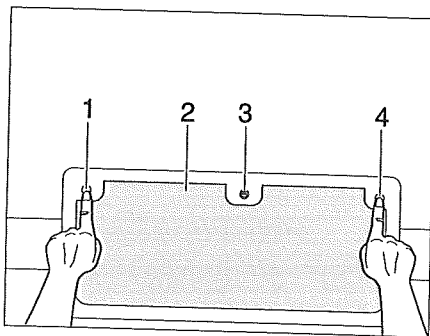

Bild 29 Lucklås med knappar, låst
- Stick in nyckeln i låscylindern (Bild 29,3) och vrid ett kvarts varv.
- Tryck in de tre knapparna (Bild 29,1, 3 och 4).
- Stäng den utvändiga luckan (Bild 29,2) helt tills den går i lås.
- Stick in nyckeln i låscylindern (Bild 29,3) och vrid ett kvarts varv. Lucklåset är låst.